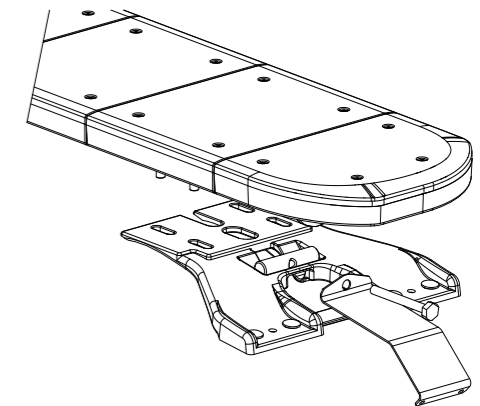

Figure 1
- Faites glisser l'écrou hexagonal dans le trou du support de crochet. Voir la figure 1.